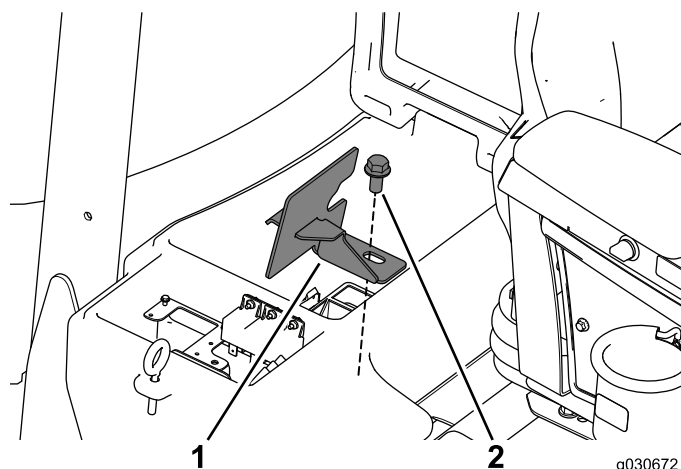

Рисунок 4
5. Снимите и сохраните болт и зажим отделения аккумуляторной батареи (**Рисунок 4**).